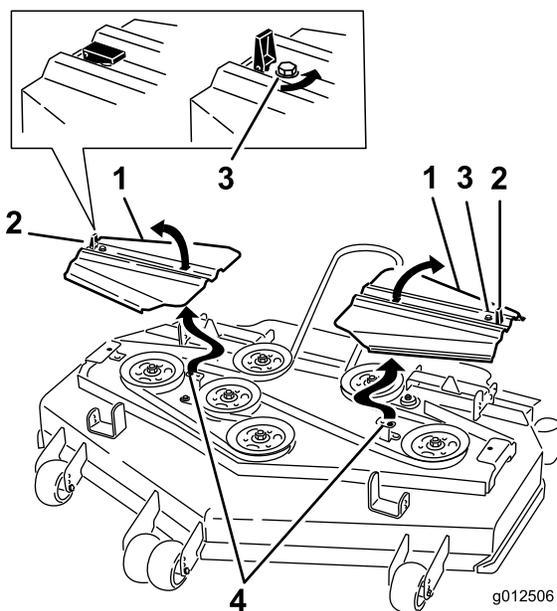

Рисунок 86
14. Установите крышки ремней так, чтобы выступы вошли в пазы. Заверните винты и закройте защелки (Рисунок 86).